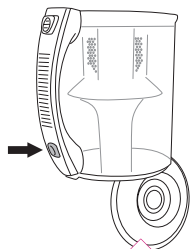

Figure 11
- Ouvrez le clapet intérieur; pour ce faire, enfoncez le bouton dans la poignée (voir la figure 11).